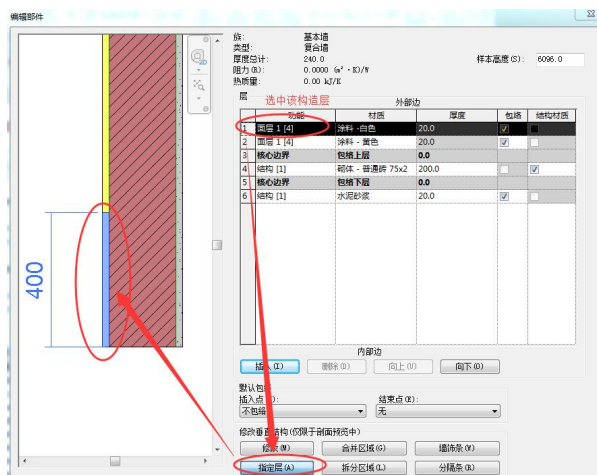

图 3-22 “指定层”后的墙体结构
• 选择新插入的这个构造层，单击“指定层”按钮，移动光标到左侧预览框中拆分的面面上单击，会将“涂料-白色”面层材质指定给拆分的面。注意此时刚创建的面层和原来的面层“厚度”都变为“20mm”（图 3-22）。